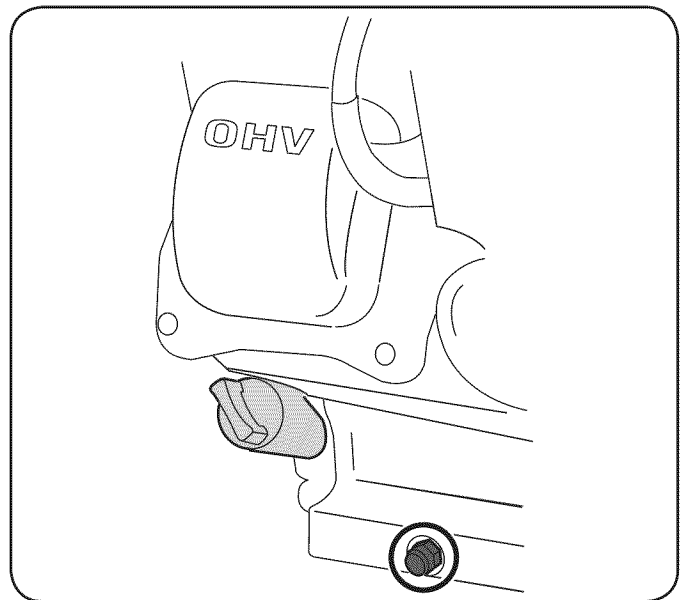

Figura 11
3. Saque el tapón de drenaje del aceite. Vea la Figura 11.